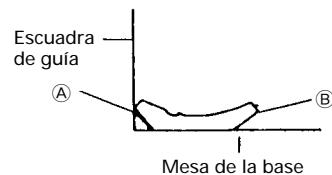

Fig. 38
- ③ Coloque la moldura en el vértice de forma que la superficie superior (Ⓐ de la Fig. 33) entre en contacto con la escuadra de guía como se indica en la Fig. 38.